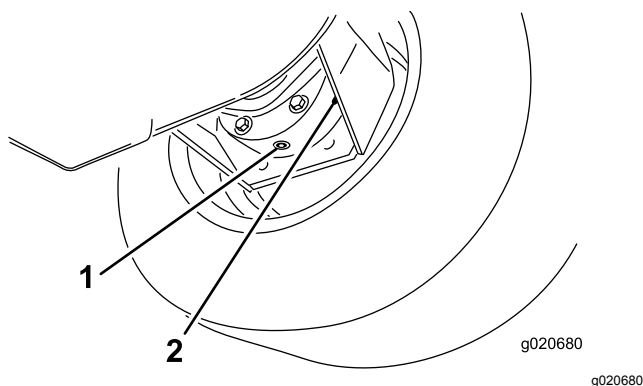

Figure 93
- Placez un bac de vidange sous le carter de frein et enlevez le bouchon pour permettre à l'huile de s'écouler (Figure 93).